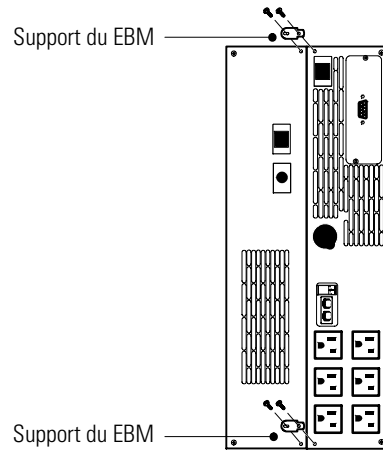

Figure 7. Installation des supports du EBM
2. Enlevez les vis adjacentes situées dans les coins des panneaux arrières comme illustré dans Figure 7 afin d'installer les supports du EBM. Jetez les vis.